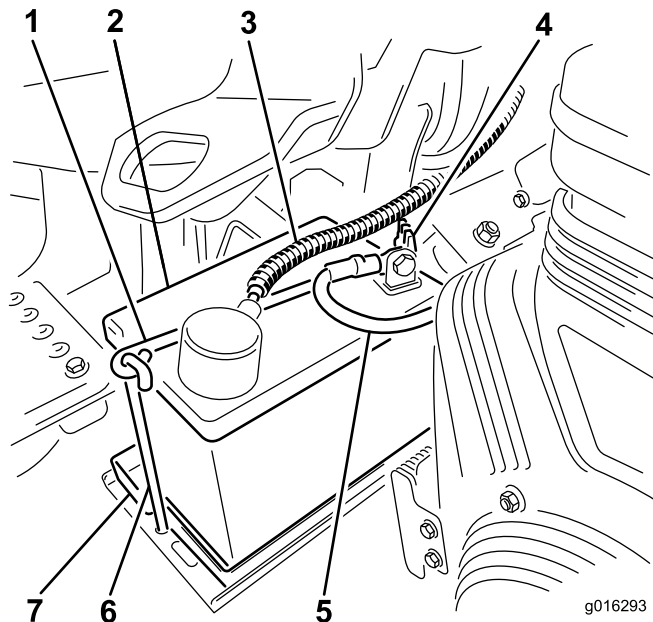

Figura 8
7. Coloque a bateria no tabuleiro da bateria e prenda-a com o grampo e dispositivos de fixação previamente removidos (Figura 8).
8. Instale o cabo positivo (vermelho) no terminal positivo (+) e o cabo negativo (preto) no terminal negativo (-) da bateria e fixe-os com os parafusos e as porcas (Figura 8). Coloque a proteção de borracha sobre o terminal positivo para evitar um curto-circuito.